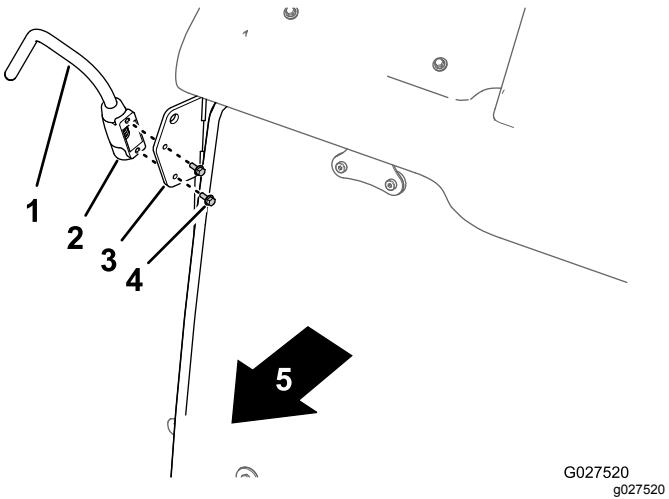

Figura 4
2. Allineate la staffa di montaggio del braccio di supporto alla staffa dello specchietto nel montante A della cabina di guida (Figura 4).
3. Fissate il braccio di supporto al montante con 2 bulloni a testa flangiata (M6 x 16 mm), come illustrato nella Figura 4.